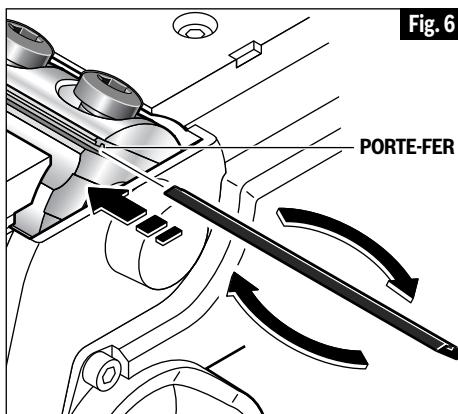

Fig. 6
Les mini-fers du rabot TC ont deux bords tranchants, et leur position peut être inversée quand l'un des bords tranchants devient émoussé ou est ébréché. (Fig. 6) Débranchez l'outil de la prise de courant avant d'effectuer un quelconque travail sur l'outil.
1. Alignez la rainure en haut du fer sur l'arête du porte-fer et faites glisser délicatement le fer sur le porte-fer, comme illustré à la Figure 6.